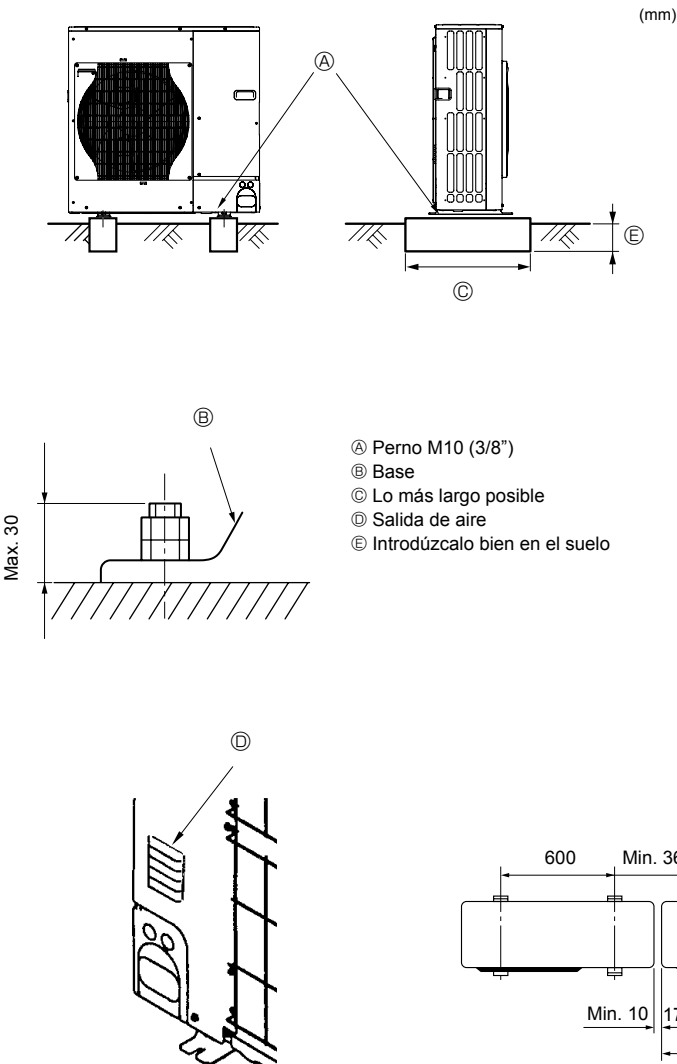

Fig. 3-1
- Cerciñrese de instalar la unidad en una superficie robusta y nivelada para evitar los ruidos de traqueteo durante la operación. (Fig. 3-1)